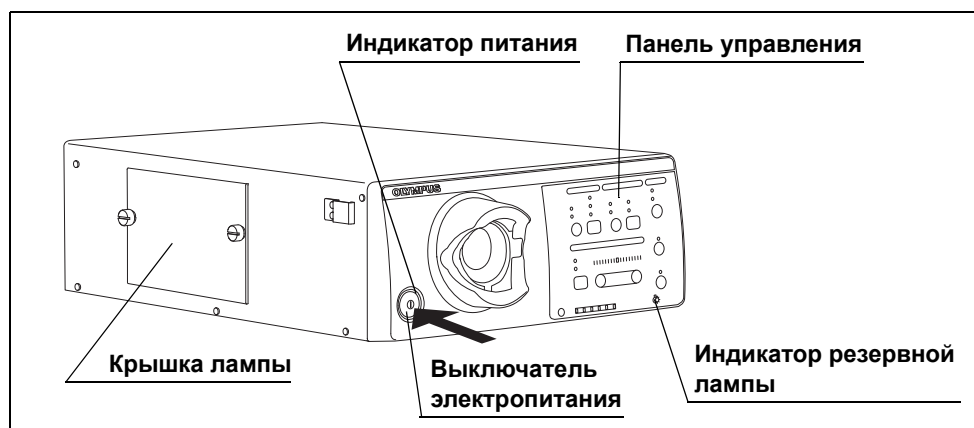

Рисунок 4.3
- 3 Нажмите выключатель электропитания источника света. (См. Рис. 4.3)
- 4 Проверьте, загорается ли при этом индикатор питания. (См. Рис. 4.3)
- 5 Убедитесь, что индикатор резервной лампы на панели управления не показывает ON (вкл.) и не мигает. (См. Рис. 4.3)